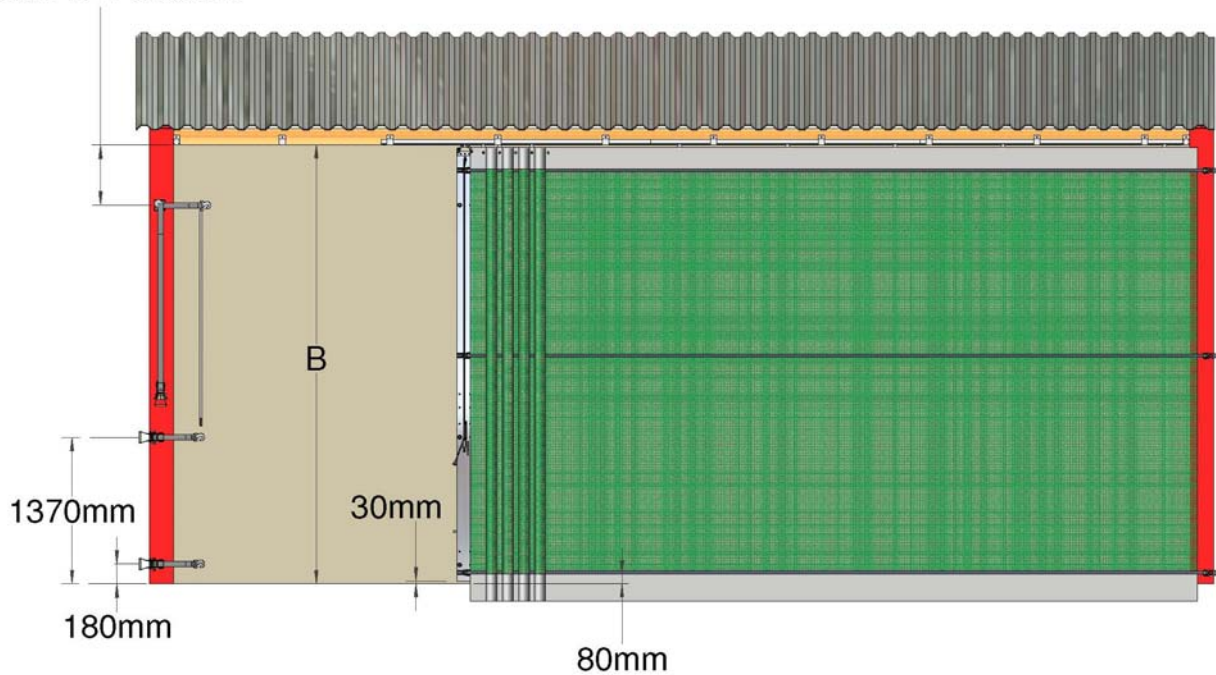
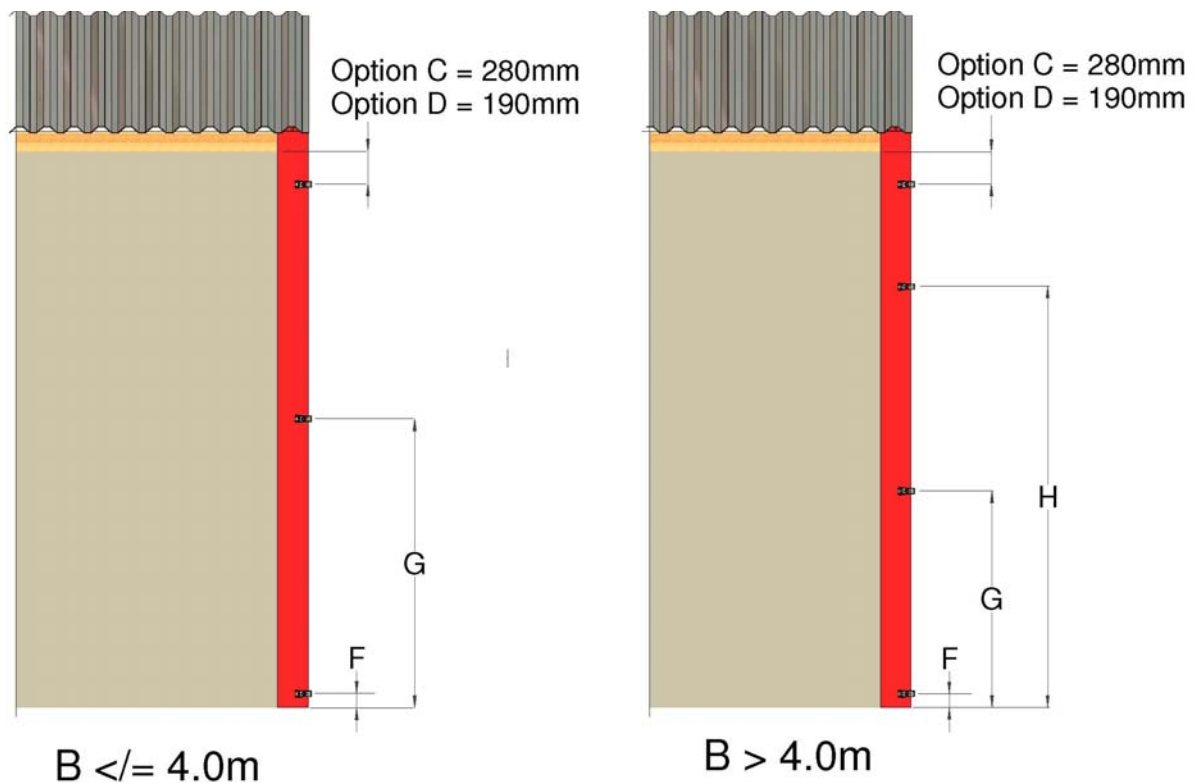
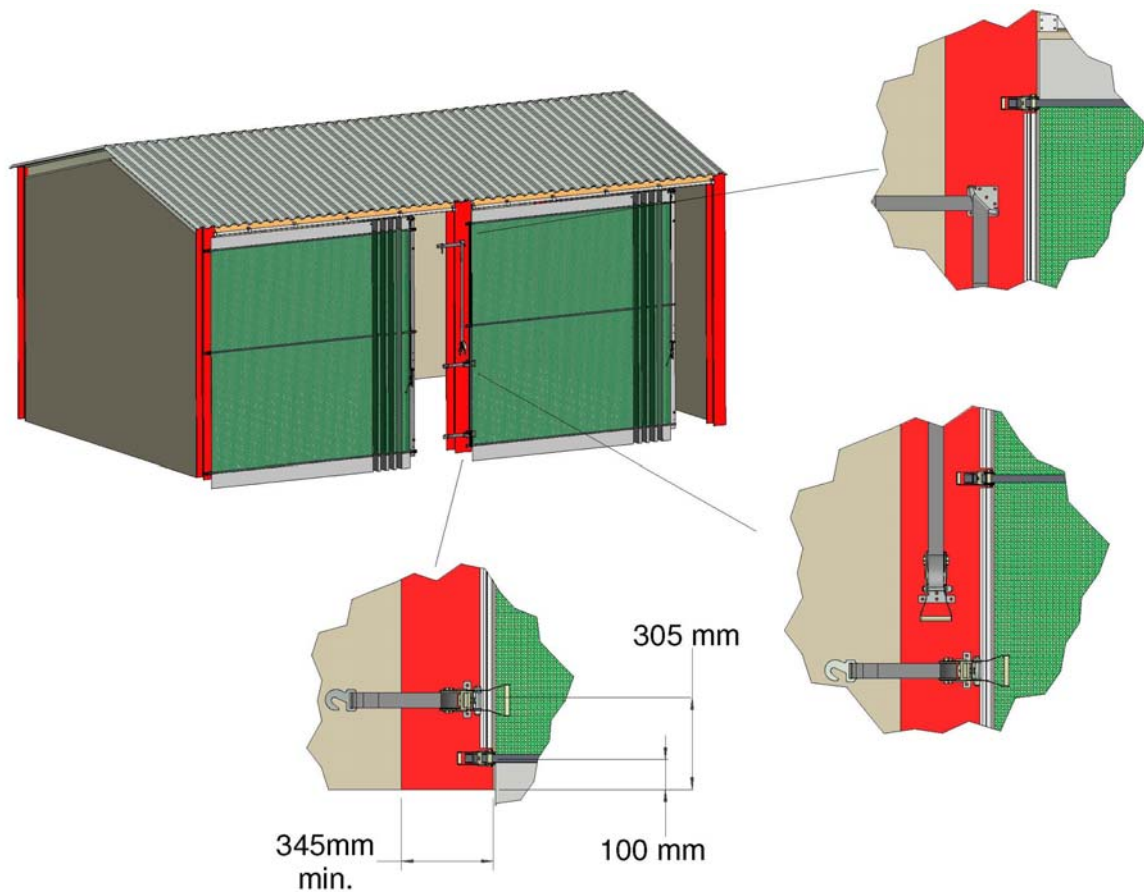

Abbildung 3a: 50-mm-Ratschenpositionen $B > 3,0$ m
Abbildung 5: Ratschenpositionen, festes Ende
Abbildung 9: Doppeltes Trackscreen-System – fortlaufende Anordnung
Abbildung 3a zeigt die Positionen der Spannratschen und des Eckblechs bei Netzen, bei denen B größer als 3,0 m ist.
Abbildung 5 und Tabelle 2 geben die Positionen der Ratschen auf dem Gebäudepfosten am festen Ende an. Der Pfosten muss über die gesamte Höhe frei von Hindernissen sein, so dass der Windverschluss des Netzes montiert werden kann.
7.1.1 Beide Pfosten schließen gegen den Mittelpfosten, die Positionen der Pfostenspannratschen für das rechte und das linke Netz sind aus Abbildung 3a und 3b ersichtlich. Die Positionen der unteren Ratschen für das linke Netz liegen 125 mm höher als die rechten Ratschen.
7.2.1 Beide Netze werden am mittleren Pfosten befestigt und schließen gegen die äußeren Pfosten. Die Positionen der Ratschen am festen Ende entsprechen den in Abbildung 5 gezeigten.
7.3.1 Beide Netze öffnen in die gleiche Richtung, von links nach rechts oder umgekehrt (Abbildung 9). Die Positionen der Ratschen am festen Ende entsprechen Abbildung 5. Die Positionen der unteren Pfostenspannratschen liegen 125 mm höher als in Abbildung 3a und 3b gezeigt.